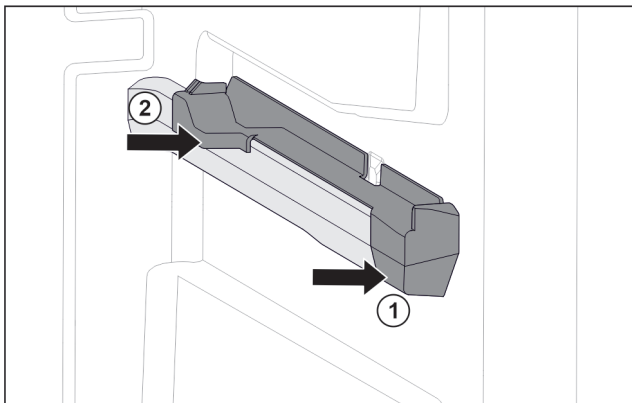

Fig. 80 Násuvný diel na pravom rebre nádoby
- ▶ Nasadte násuvný diel vpredu na rebro nádoby. Fig. 80 (1)
- ▶ Pritlačte násuvný diel vzadu. Fig. 80 (2)